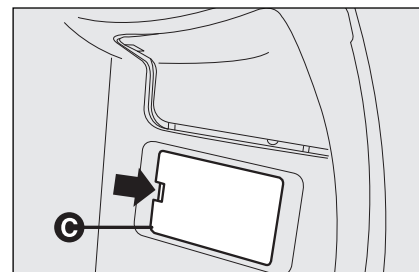

fig. 47
- open het klepje **C-fig. 47** voor toegang tot de zekeringenkast op het met de pijl aangegeven punt.